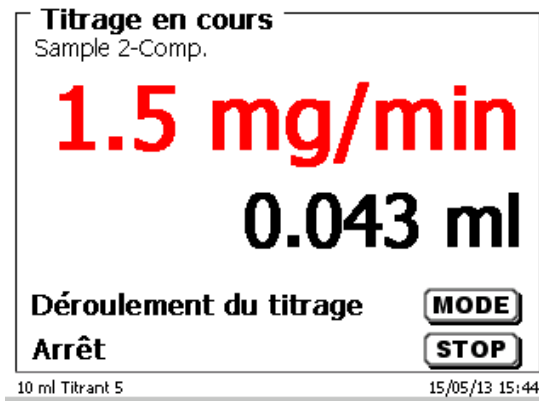

Fig. 69
- l'utilisation en ml avec la dérive en $\mu\text{g}/\text{min}$ (Fig. 69),